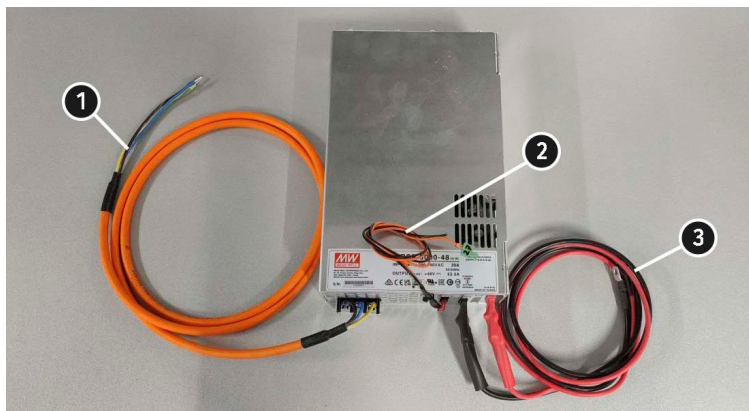
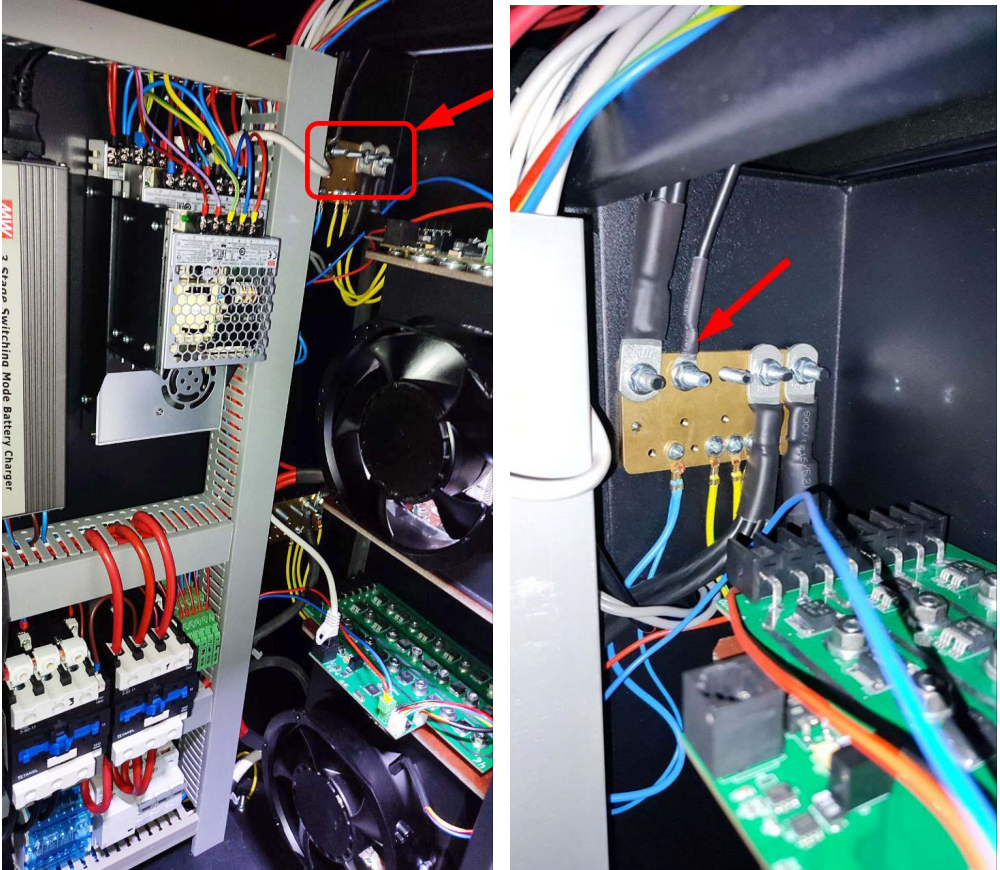
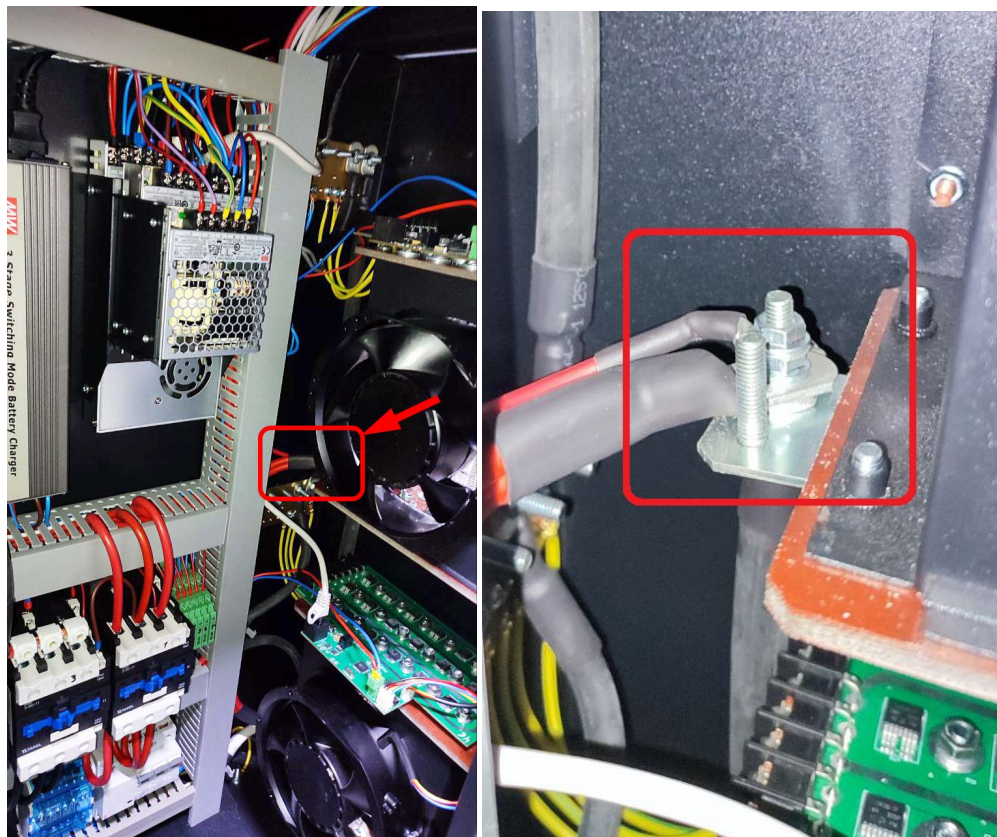

Рисунок 6
Рисунок 8
Рисунок 9
До блоку живлення RSP-3000-48 під'єднано три набори проводів, див. рис. 6:
2. Підключіть чорний провід виходу блока живлення (поз. 3 рис. 6) до мінусової мідної шини, див. рис. 8.
3. Підключіть червоний провід виходу блока живлення (поз. 3 рис. 6) до блоку навантаження див. рис. 9.
4. Підключіть проводи живлення блока живлення (поз. 1 рис. 6) до силового клемника, див. рис. 10.
5. Підключіть провуда керування блоком живлення (поз. 2 рис. 6) до головної плати як показано на рисунку 12. Провід із роз'ємом у місце поз.1 і чорний провід у поз 2.